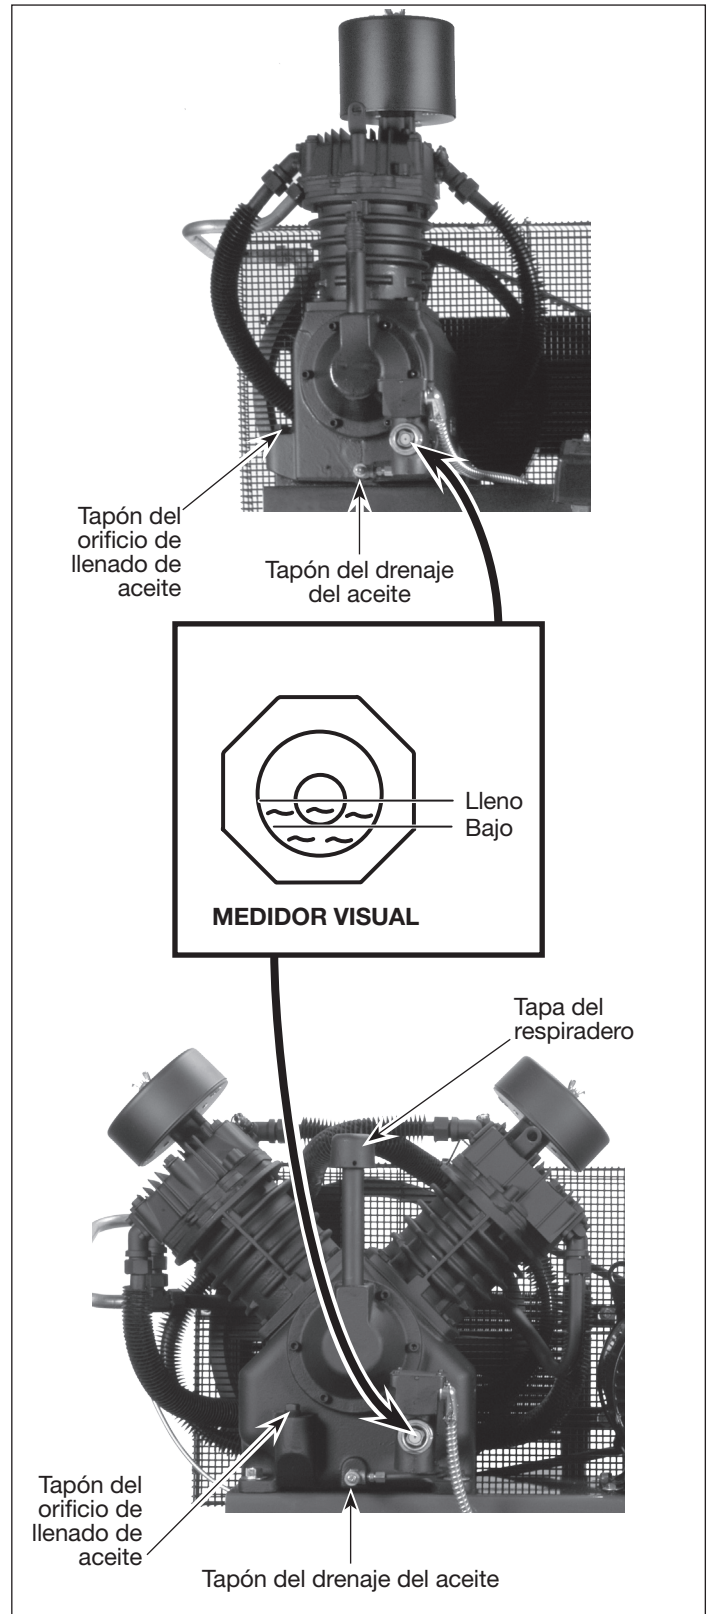

Figura 14
**▲ PRECAUCION** *ESTA UNIDAD NO TIENE ACEITE. Antes de utilizar el compresor. Llene hasta el centro del calibrador visual (ver Figura 14).*
Llene la bomba con aceite hasta el centro del calibrador visual usando la abertura de llenado de aceite (ver Figura 14). **NO llene la bomba a través de la abertura de la tapa de la válvula de aire ya que esto podría causar una pérdida de aceite y que la misma rociara durante el funcionamiento.**